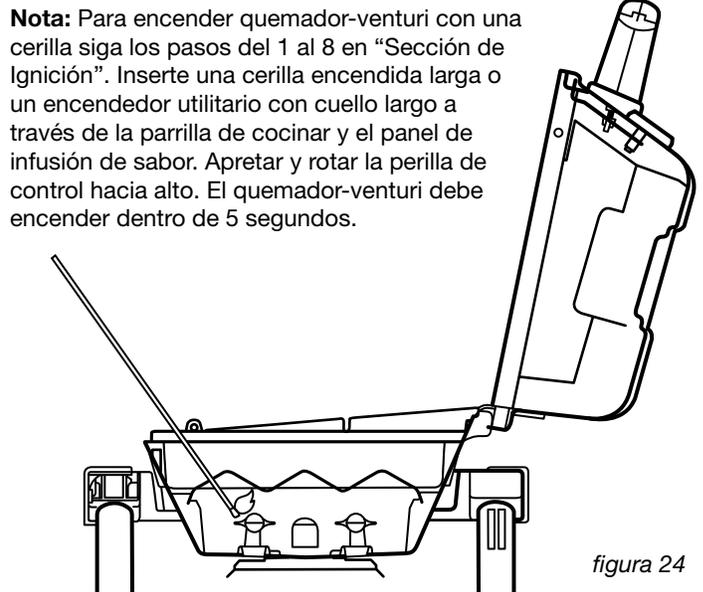

figura 24
9. Empujar y rotar la perilla de control a la posición más alta. Empujar el botón de encendido varias veces para encender. Para usar un cerillo o un encendedor multipropósito de pico largo ver figura 24. Quemador debe encender dentro de 5 segundos.